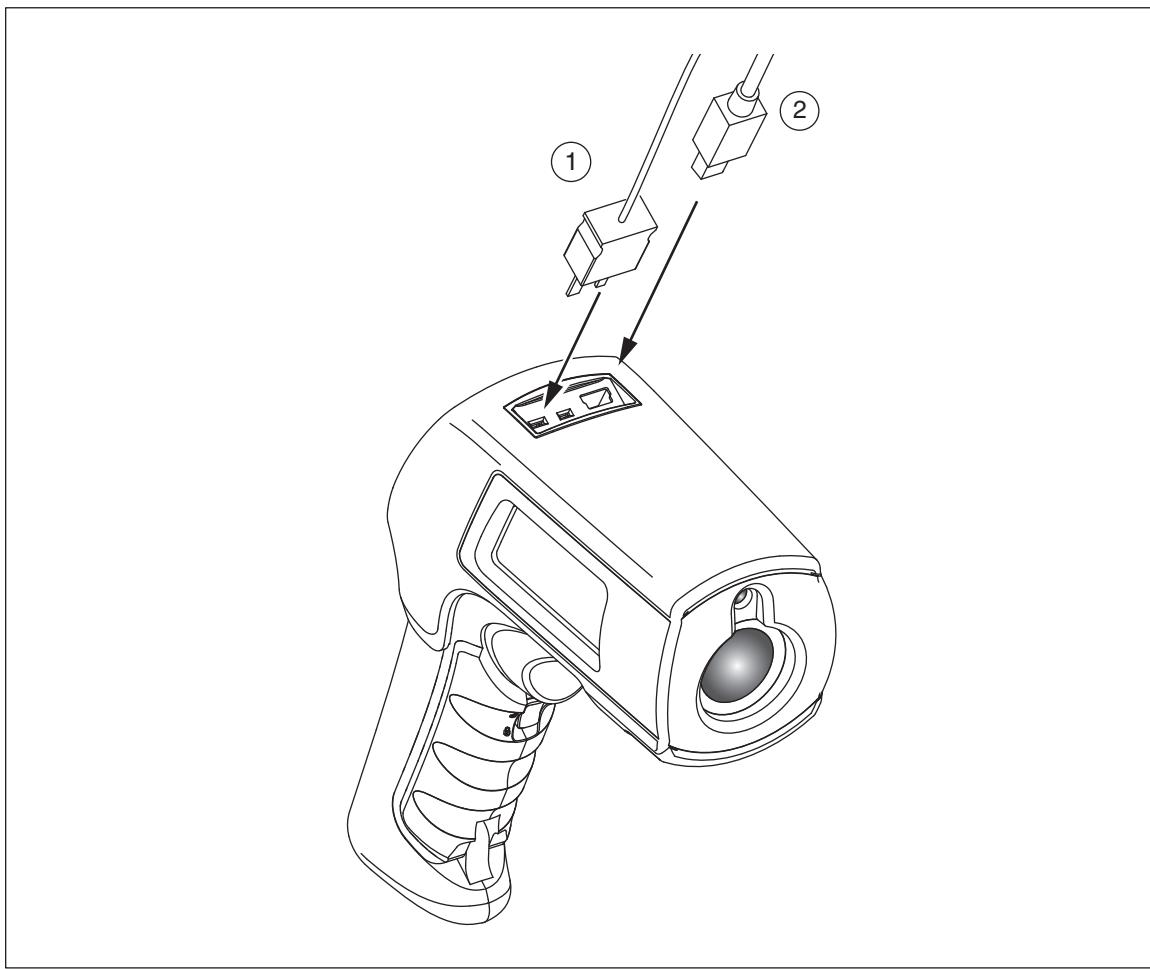

图 7. 热电偶和 USB 连接
568 型中存储的数据可以通过附带的 USB 连接线和 FlukeView® Forms Documenting 软件下载到个人电脑 (PC)。有关详情，请参见 FlukeView® Forms 文档。USB 输入端口②位于测温仪顶部靠近外接探头输入端口①的旁边（见图 7）。
测温仪配备有一个珠形 K 型热电偶探头。探头通过位于测温仪顶部的探头输入端口与测温仪连接 (见图 7)。